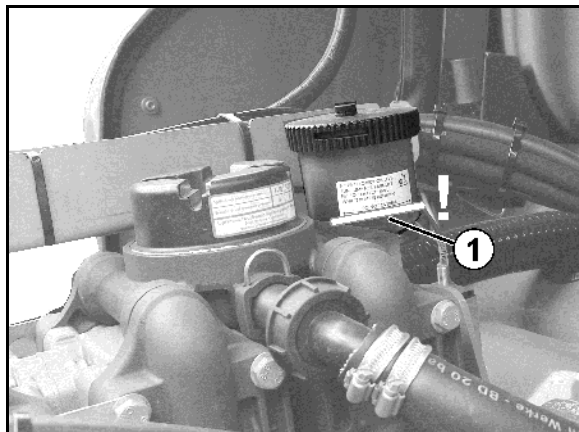

図 150
2. 必要に応じて、ポンプが稼働していない状態でオイルを補充します（最大でマーク（図 150/1）まで）。
5. ドライブシャフトを左右に交互に回転させ、新しいオイルをゆっくりと充填します。マーク (図 150 / 1) でオイルが見えるようになったら、オイル量は適正です。